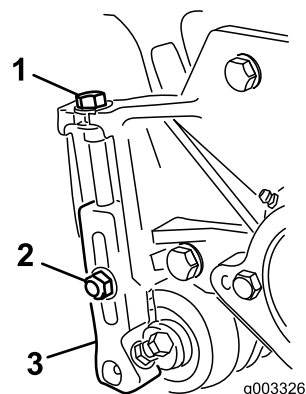

Figura 22
1. Allentate i dadi di bloccaggio che fissano i bracci dell'altezza di taglio sulle piastre laterali dell'apparato di taglio (Figura 22).